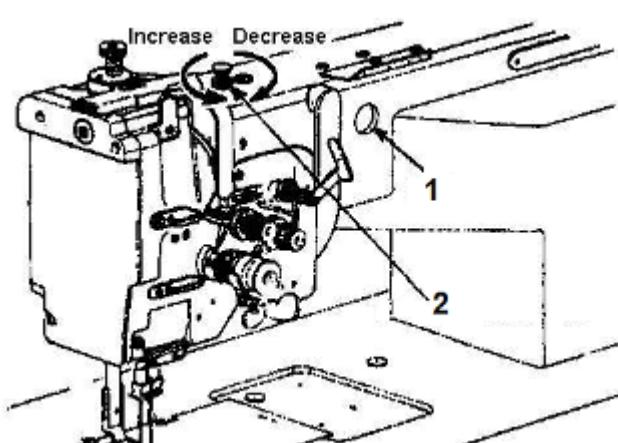

Figura 13
- Verifique o fluxo de óleo durante a operação através do visor de óleo '1' no braço da máquina, conforme mostrado na Figura 13